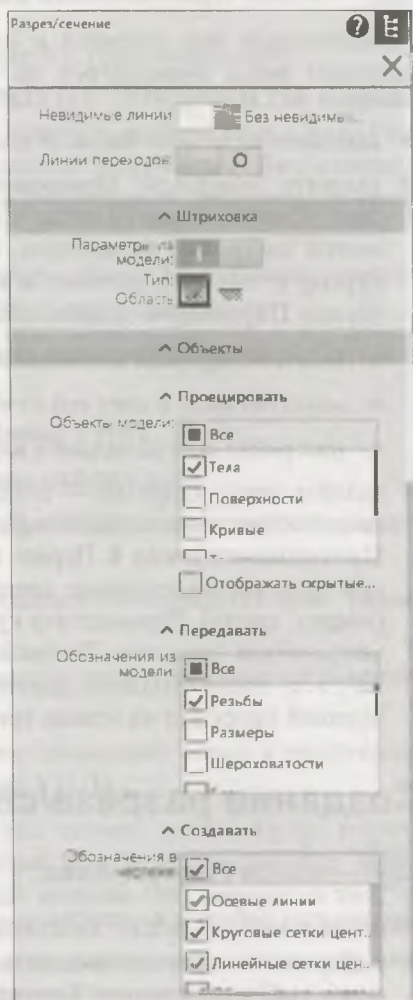

Рис. 24.6. Панель **Параметры: Разрез/сечение**
- ◆ на панели **Параметры: Разрез/сечение** (рис. 24.6) присутствуют те же команды, как в случае создания произвольного вида. Задайте имя, номер вида, масштаб и цвет его отображения, отрисовки линий, как при создании видов. Здесь задайте такие настройки: